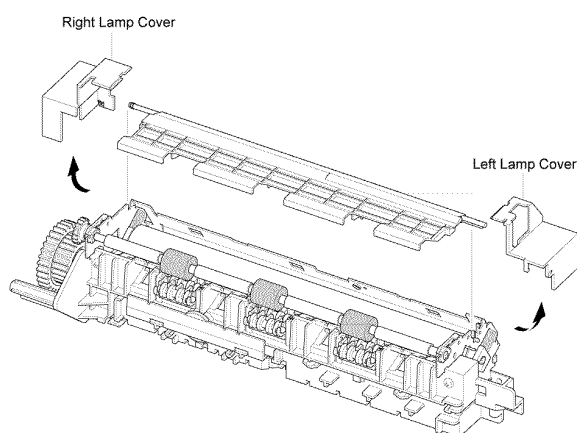

Рисунок 3
5. Снимите крышку правой лампы, крышку левой лампы и пассивный элемент фьюзера, рисунок 3.